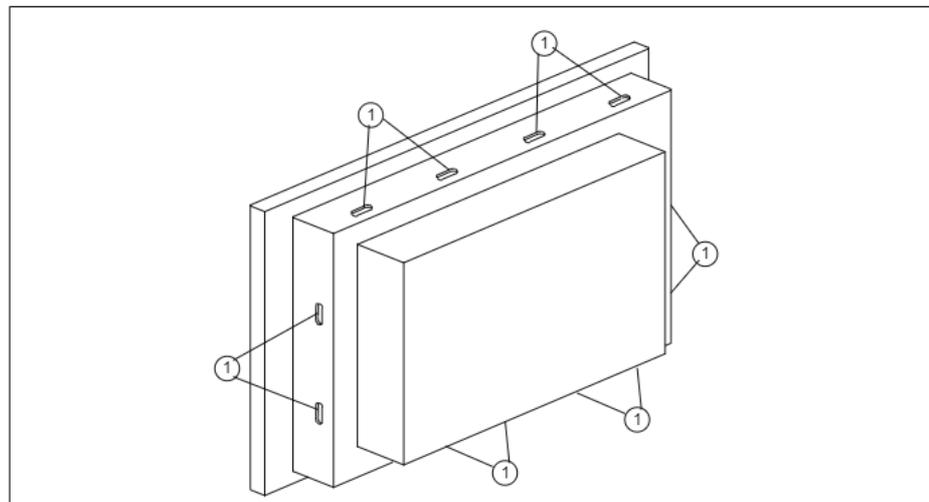

Figura 2-1 Le posizioni per le viti tiranti.
3. Fissare l'OP con le sei viti tiranti fornite ① nel pannello frontale. La figura 2-1 mostra le posizioni per le viti tiranti.